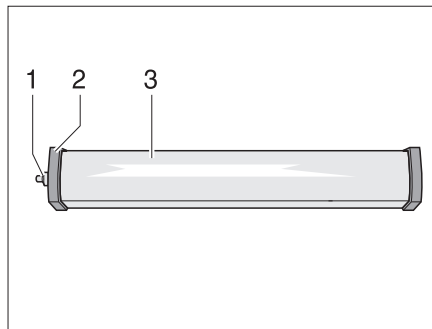

Fig. 262 Lampe de cellule
- Dévisser le cache (Fig. 262,1).
- Retirer le couvercle (Fig. 262,2).
- Enfoncer légèrement le couvercle de la lampe (Fig. 262,3) et le retirer.